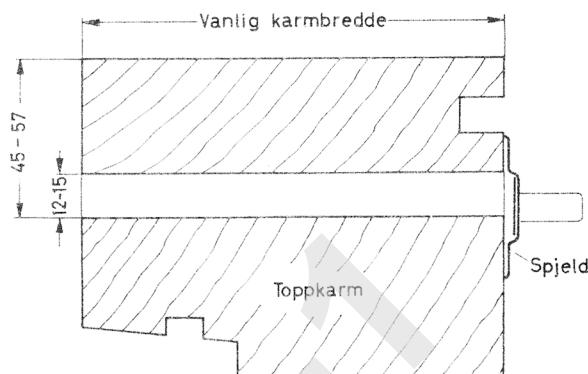

Fig. 22.
22 På karmens overside limes fast en høvlet planke med samme lengde som vinduets bredde. På plankens underside er laget en utsparing, ca. 15 mm høy og svarende til ventilstrikens bredde, se fig. 22.
- 36 Når det gjelder småhus som ligger på beskyttede steder med lite vind og som ikke har mekanisk luftavtrekk, kan en bruke samme ventil i underkarmen som vist på fig. 22–23.